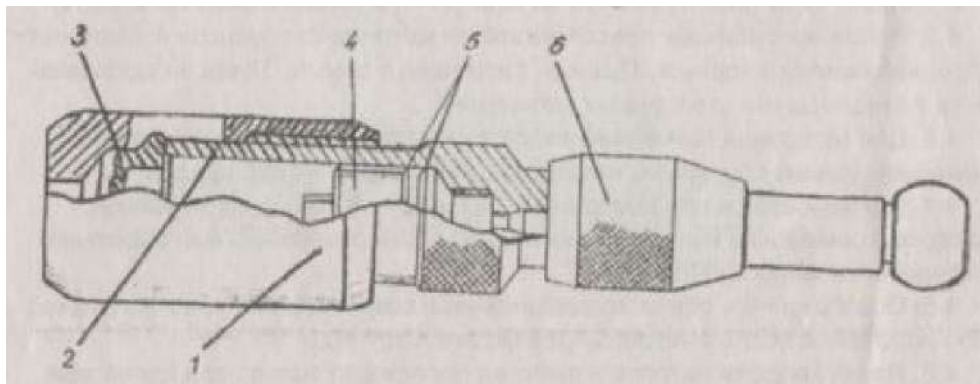

Рис. 1. Устройство пресса ПП.
4.1 Пресс ПП (рис.1) состоит из корпуса 1, в который ввинчен ствол 2.